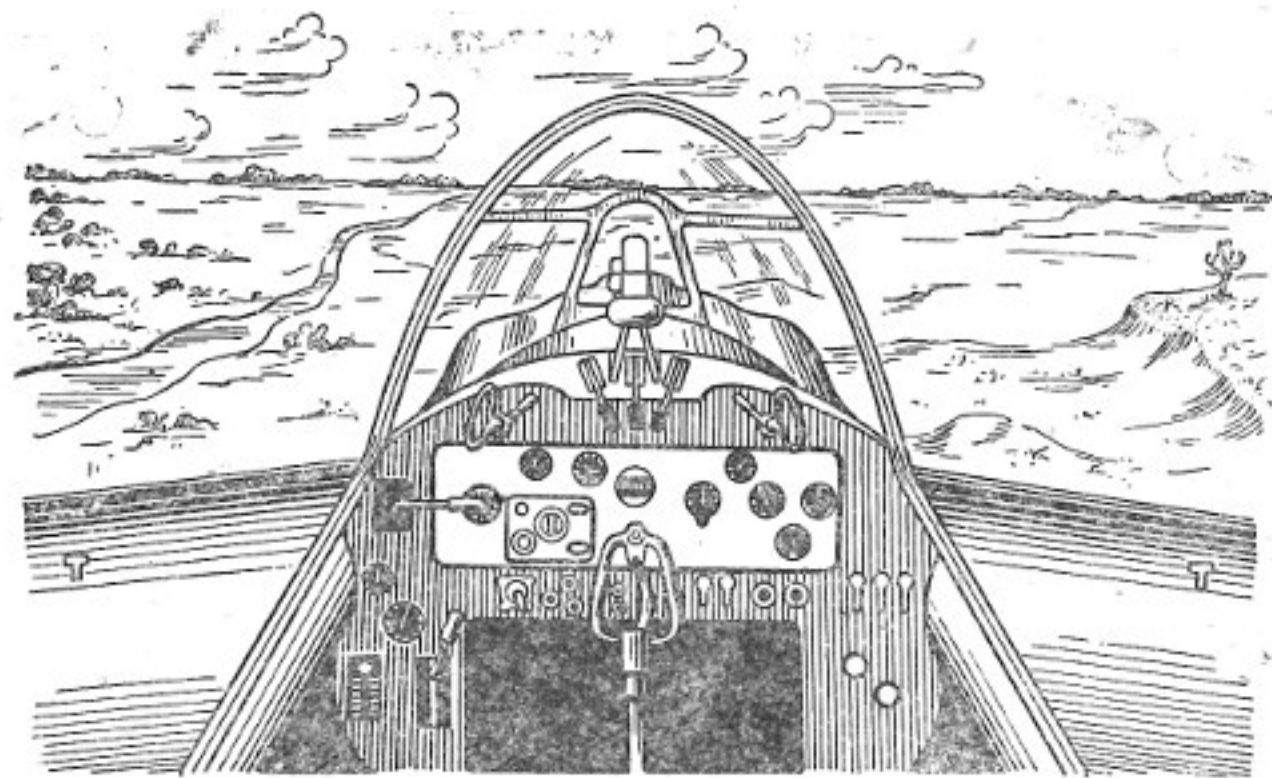

Рис. 16. Планирование после четвертого разворота с выпущенными щитками
8. Нормальная скорость планирования с выпущенными щитками должна быть 220 км/час (рис. 16).